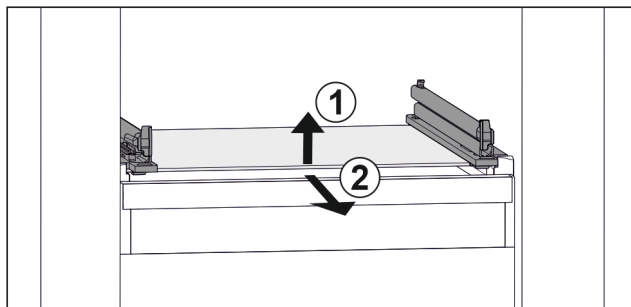

Fig. 45 Exemple de représentation de la tablette en verre
- ▶ Soulever la tablette en verre par l'avant. Fig. 45 (1)
- ▶ Retirer la tablette en verre par l'avant. Fig. 45 (2)